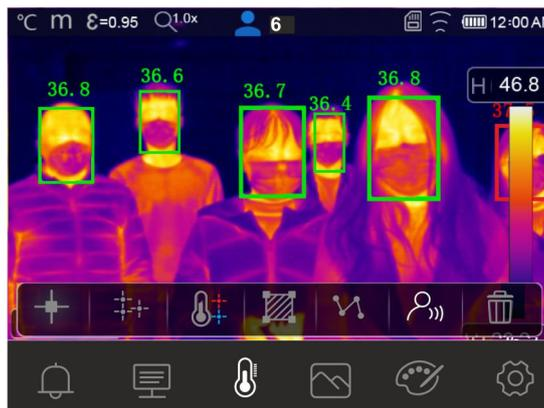

Abb. 36: Face Mode bei mehreren Personen
7. Der Face Mode ermöglicht die gleichzeitige Auswertung der Gesichtstemperatur bei mehreren Personen (**bis zu 10 Personen**) (siehe Abb. 36). Der Zähler "👤" im oberen Teil des Displays zeigt die Anzahl der statistisch gültigen Messwerte an.